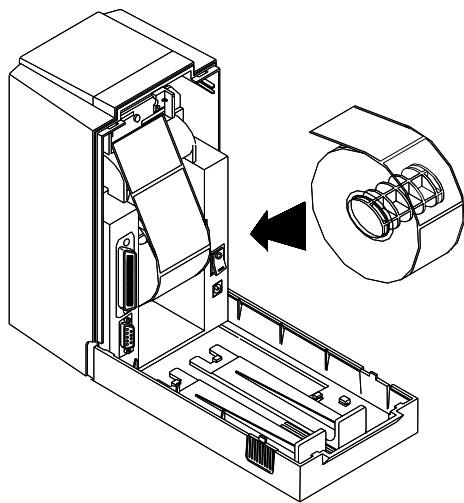

рис. 2.1.2
4. Надеть рулон этикет-ленты на ось (см. рисунок 2.1.2).